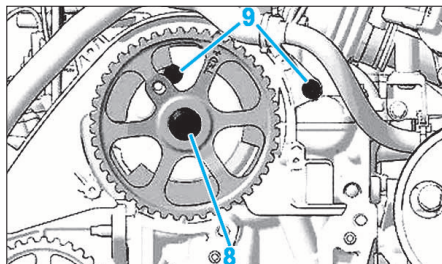
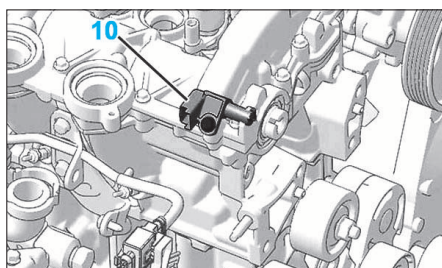

FIG. 73
FIG. 74
- la vis (8), à l'aide de l'outil [6] (Fig.73)
- les vis (9)
- le capteur de position d'arbre à cames (10) (Fig.74).